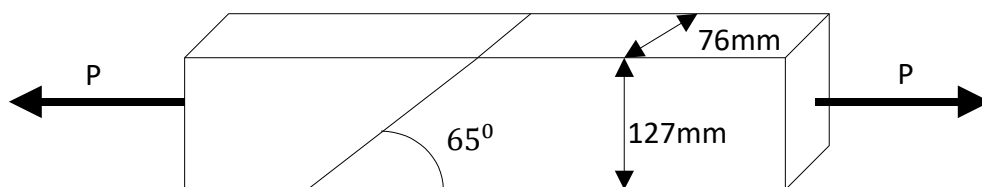

Figura 2.15
2.2.9 Duas peças de madeira da Figura 2.15 tem uma secção transversal retangular uniforme de 76x127mm, elas são unidas através de uma emenda simplesmente colada. A tensão normal admissível na junta é de 600 kPa, $P=3560$ N.